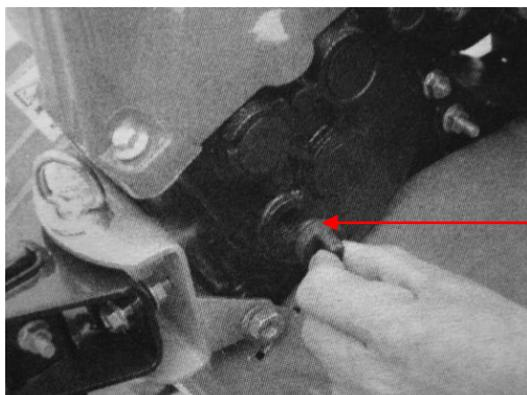

Figure 4
- Așezați motocultorul pe o suprafață orizontală și scoateți capacul (a se vedea Fig.4).